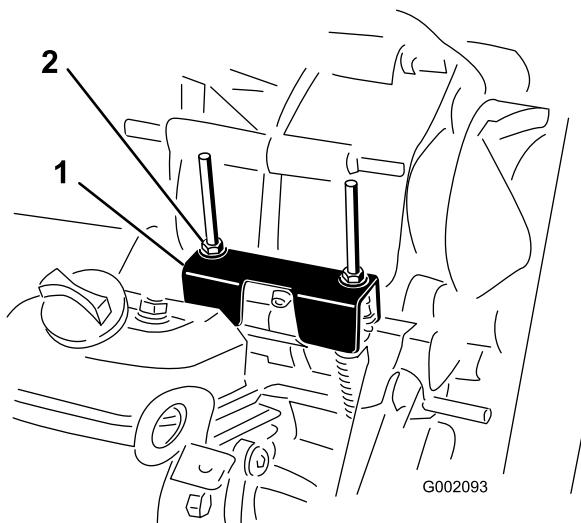

Figura 59
3. Rode uma das porcas de bloqueio (Figura 59) para conseguir 0,76 a 1,52 mm de folga entre a parte inferior da porca/anilha e o suporte neutro.
Sempre que for necessário efetuar operações de manutenção programada e/ou diagnósticos do motor, deverá colocar o conjunto eixo-transmissão na posição NEUTRA (Figura 59). A alavanca de mudanças da máquina possui uma posição de PONTO MORTO que controla a posição neutra do conjunto eixo-transmissão. Realize os passos seguintes para se certificar de que a alavanca de mudanças controla a posição neutra do conjunto de forma correta:
2. Certifique-se de que o suporte neutro está na posição {PONTO MORTO (ao nível do suporte do cabo ao capot situado por baixo do suporte das mudanças), rodando a embraiagem (Figura 59).